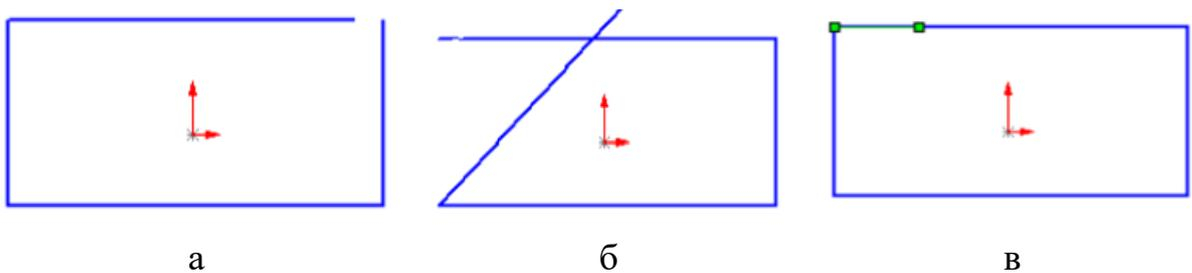

Рисунок 2.6 – Вимоги до ескізу
1. При побудові ескізу необхідно стежити, щоб ескіз мав замкнений контур (рис. 2.6, а), не відбувалося перетинання елементів ескізу (рис. 2.6, б) і не повинно бути елементів, що перекриваються (тобто накреслених поверх інших (рис. 2.6, в)).